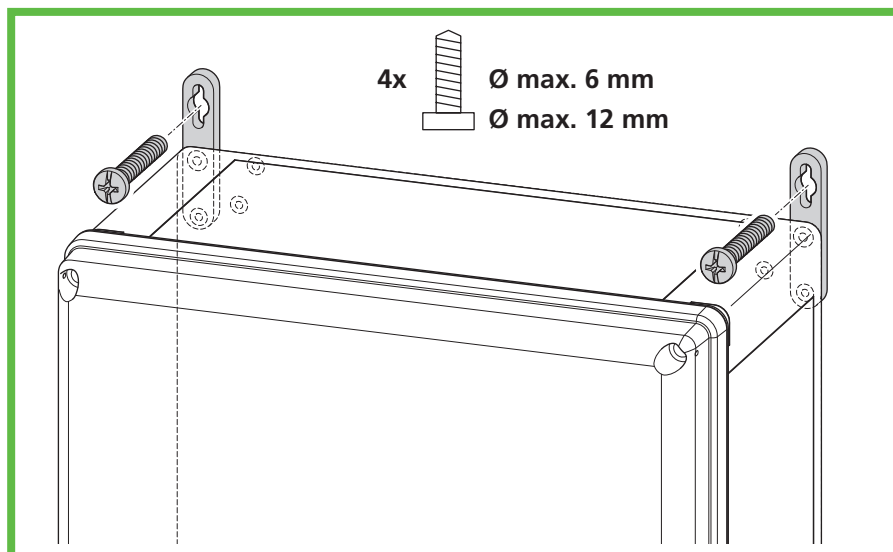

Abb. 12: Wandmontage
- ▶ Schrauben Sie die Ladestation fest, indem Sie jeweils eine Schraube durch die Bohrungen in den Außenbefestigungsglaschen schrauben (Abb. 12).